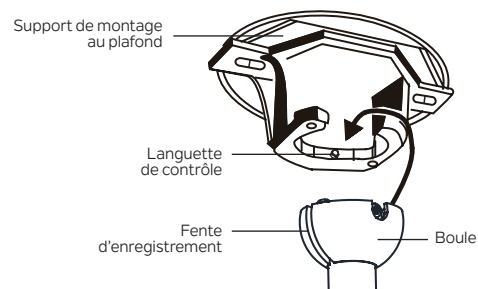

Fig. 10
Étape 11. Soulevez le bloc moteur et placez la boule dans le support de montage au plafond. Faites pivoter l'ensemble jusqu'à ce que la « languette de contrôle » soit tombée dans la « fente d'enregistrement » et soit fermement en place. **(Fig. 10)**